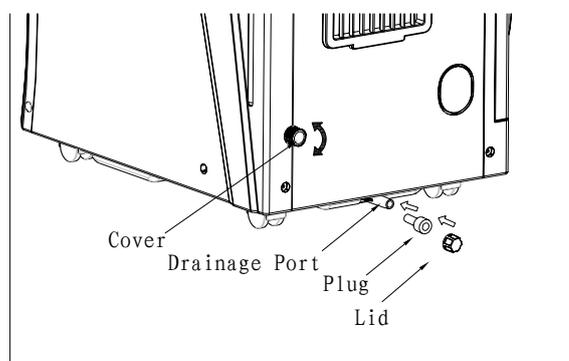

Fig 14
- ❖ Antes de vaciar el agua del equipo tendrá que apagarlo y sacar el enchufe. Retire la tapa y el tapón de goma de la tubería de drenaje, entonces deje que corra el agua. Una vez drenado el agua, ponga el tapón de goma de vuelta y atornille la tapa. El compresor se demorará en funcionar tres minutos luego de los cuales el equipo funcionará normalmente. (Fig.14)